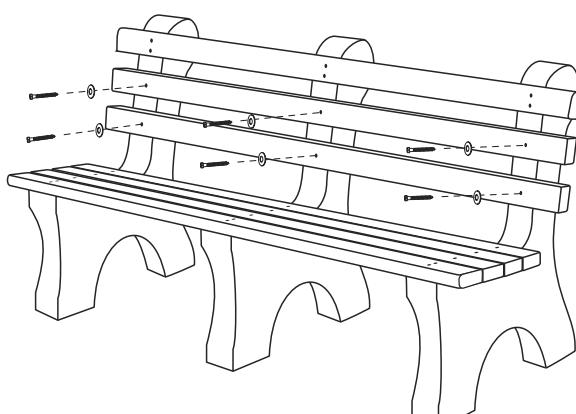

Figure 4
6. Alignez les deux planchettes à un trou restantes sur les trous prépercés de la portion dossier des bases de banc. Fixez-les aux bases de banc à l'aide des vis tire-fonds de 3 ½ po, des rondelles, de la perceuse et de la douille tournevis de 7/16 po (le vissage s'effectuera à l'étape 7). (Voir Figure 4)